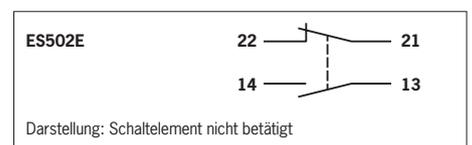

Bild 1: Schaltelemente und Anschlussbelegung
Die detaillierten Schaltzustände für Ihren Schalter finden Sie in Bild 1. Dort sind alle verfügbaren Schaltelemente beschrieben.
3. Anschließen und Klemmen anziehen (Kontaktbelegung siehe Bild 1, Anzugsdrehmomente siehe technische Daten).